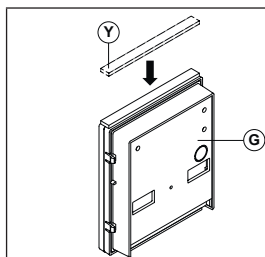

Fig. 6
Appliquez le joint adhésif (Y) comme indiqué dans **Fig. 6**.